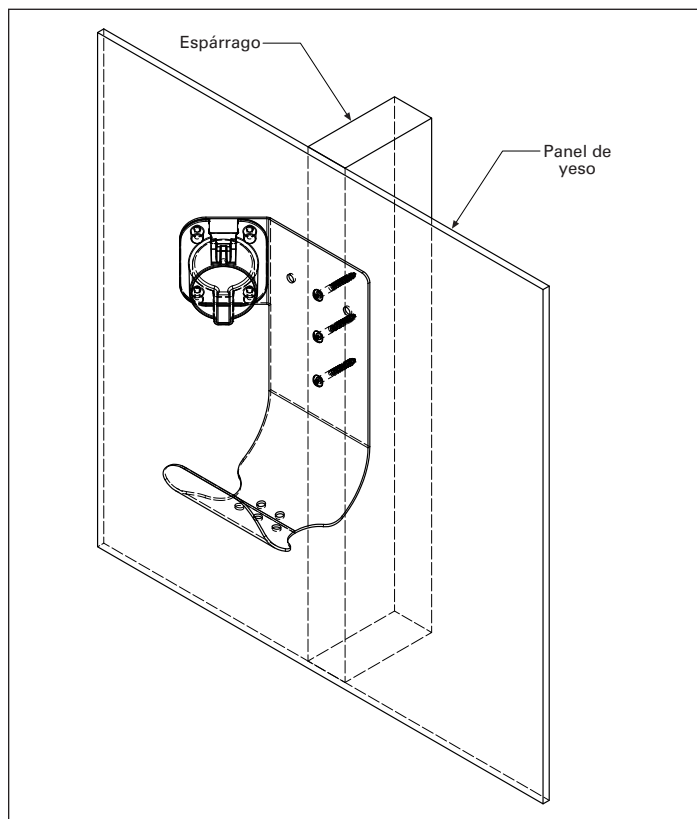

Figura 2. Sujetar la funda prémium para cables a la pared
Paso 4. Como se muestra en la **Figura 2**, sujete la funda prémium para cables a la pared. Para ello, utilice tres tornillos para madera n.º 10 de 1-1/2 pulgadas.